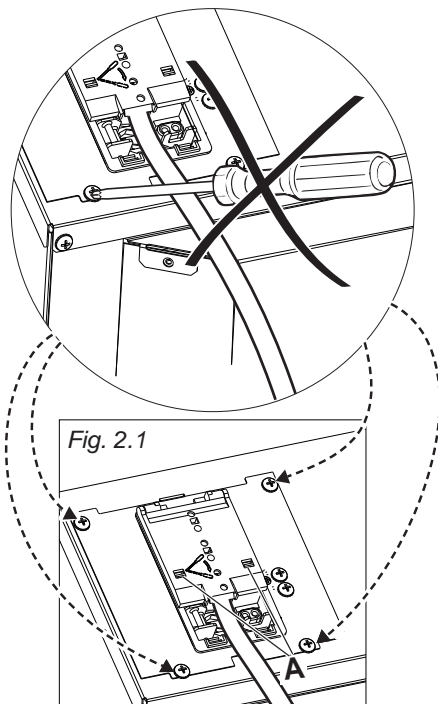

Fig. 2.1
- Sganciare il coperchio della morsettieria inserendo un cacciavite nei due agganci "A" (fig. 2.1).